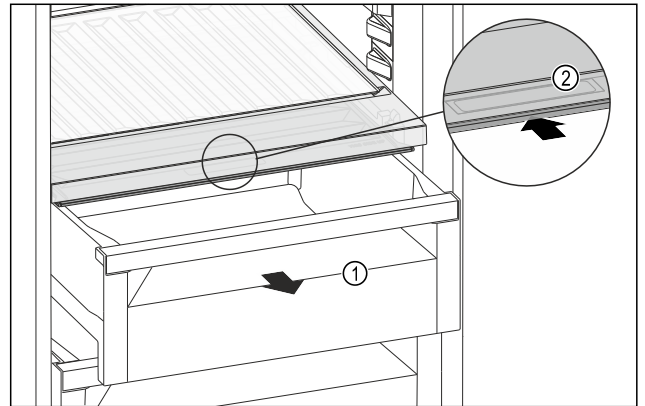

Fig. 161
- ▶ 拉出抽屉 Fig. 161 (1)。
- ▶ 抓住抽屉盖上的内嵌式拉手 Fig. 161 (2)，并同时向后推入抽屉盖。